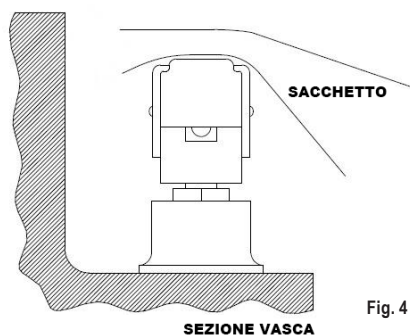

Fig. 4
- A questo punto porre il sacchetto all'interno della camera di vuoto, appoggiando la bocca aperta della busta sulla barra saldante in modo perfettamente piano. Qualora il sacchetto avesse parecchia eccedenza, è d'obbligo che questo venga inserito nella fessura esistente tra la vasca e la barra saldante (Fig. 4). Evitare l'utilizzo di sacchetti particolarmente unti nella zona della barra saldante, il grasso produrrebbe la chiusura dei due lembi di busta impedendo la normale fuoriuscita dell'aria dal sacchetto durante il ciclo di aspirazione.
Con la confezionatrice sottovuoto a campana di nostra produzione è possibile confezionare sottovuoto prodotti liquidi o semiliquidi (es. minestre, salse, sughi, ecc.), allungandone la durata e mantenendone inalterati i sapori e l'igienicità (Fig. 4).